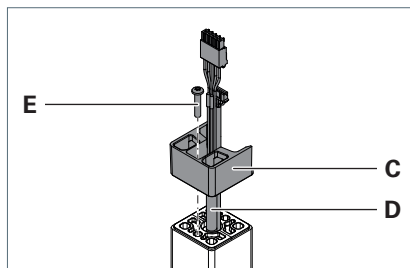

Fig. 2: Adapter auf das Standrohr montieren.
- ▶ Führen Sie die Leitungen **D** von unten durch den Adapter **C** und setzen Sie den Adapter auf das Standrohr, siehe Fig. 2.